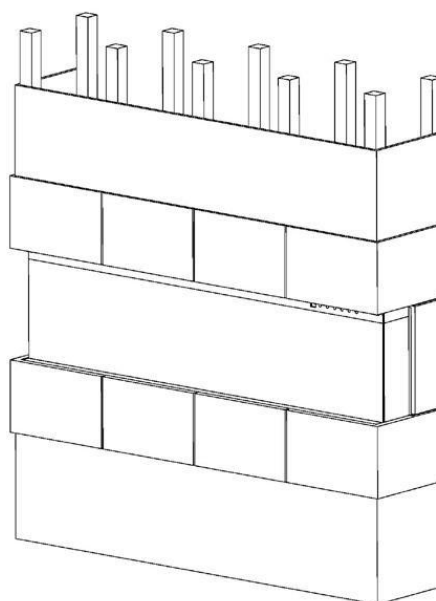

Fig.3-5
8. Décorez le contreplaqué ou la cloison sèche avec des carreaux émaillés, du papier peint, etc. Fig.3-5